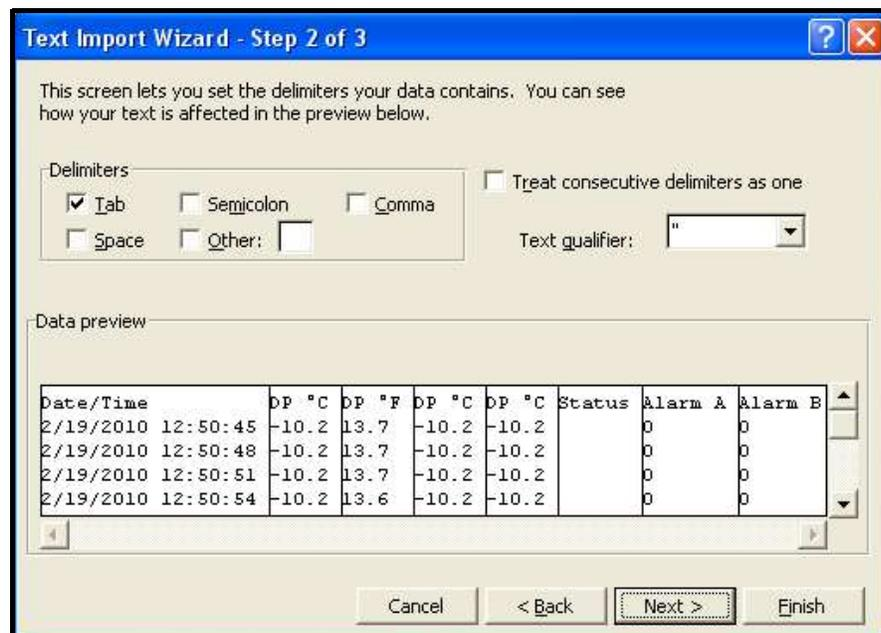

Abbildung 63: Excel-Import-Assistent 2
2. Befolgen Sie die Anweisungen auf dem Bildschirm, nehmen Sie erforderliche Änderungen vor und klicken Sie auf Weiter >. Der folgende Bildschirm wird angezeigt (siehe Abbildung 63 auf Seite 73).